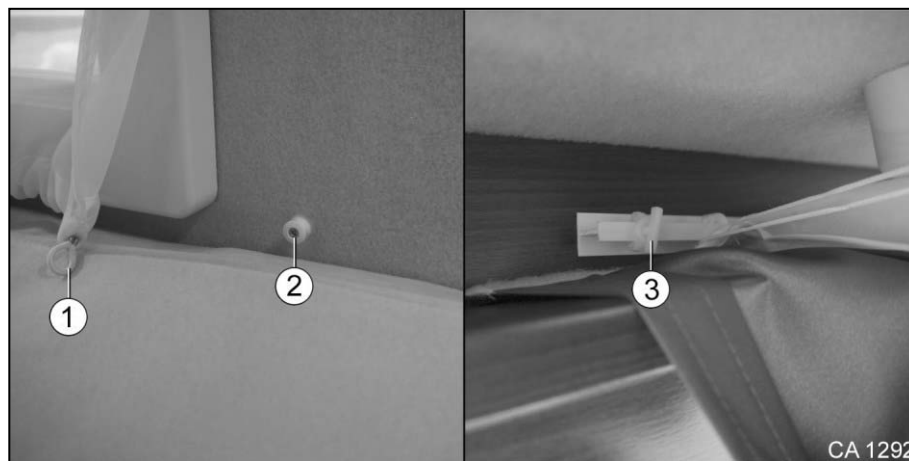

Fig. 153 Rideau
1. Desserrer les deux passants (Fig. 153/1) du dispositif de fixation (Fig. 153/2).
2. Ouvrir la fermeture (Fig. 153/3) en tournant.